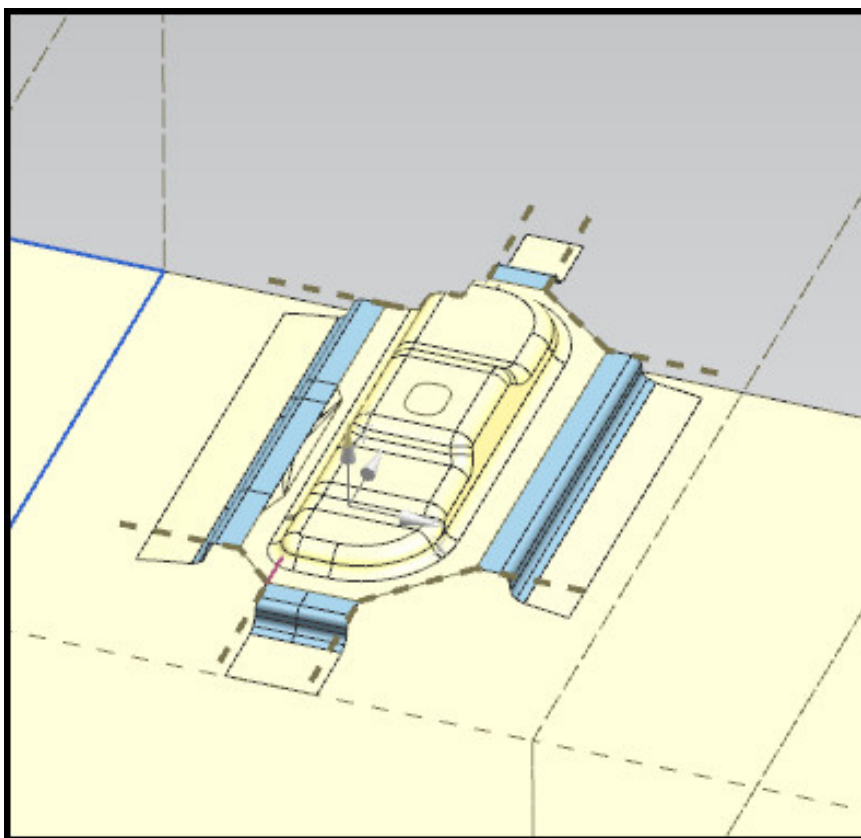

Рис. 7.27. Первая операция обрезки
- Для удобства отображения отключите кнопку **Создать отход**. Нажмите **ОК**. Задайте все операции обрезки для данной операции. Результат представлен на рис. 7.27.